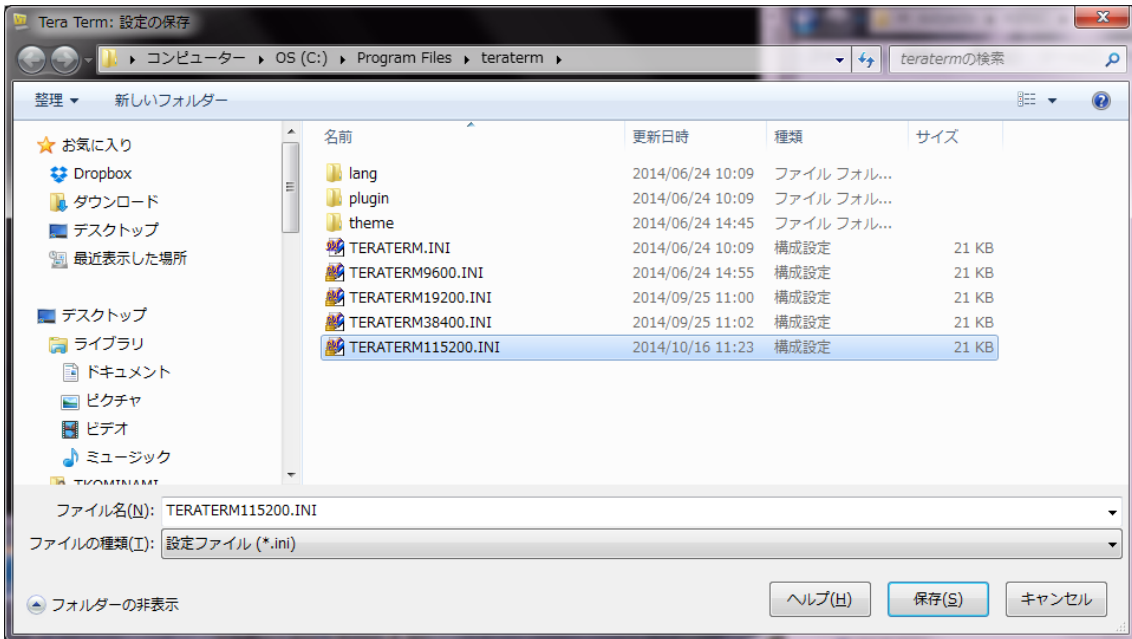

图 4-6
(4) 上述设定结束后，请保存设定内容。从设定菜单中选择保存设定后，图 4-6 所示的画面将会被调出，请给文件命名并保存。下次打开文件时，将直接读取上次保存的设定。